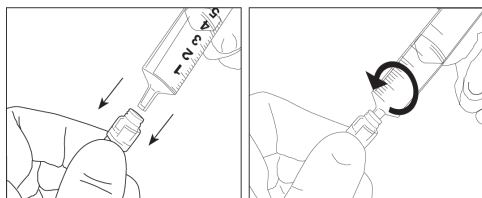

Figura 2: Luer Deslizante Macho (MSL)
2. Usando uma técnica asséptica, conecte cuidadosamente a seringa ou conjunto de extensão à porta empurrando a seringa ou outro conector luer diretamente na porta de injeção sem agulha com um movimento no sentido horário, giratório. Consulte Figura 2. Não tente fazer a inserção em ângulo nem tente forçar a abertura da ranhura da porta.